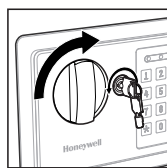

Figura 3
3. Con la llave insertada, gírela en contra de las agujas del reloj, a la izquierda (figura 3).